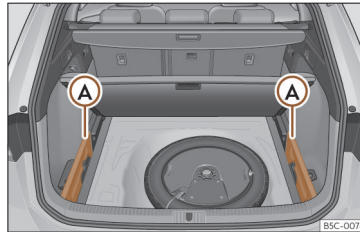

Fig. 121 În portbagaj: spațiu pentru depozitarea copertinei retractabile.
- Demontați capacele din stânga și din dreapta >>> fig. 121 ①.